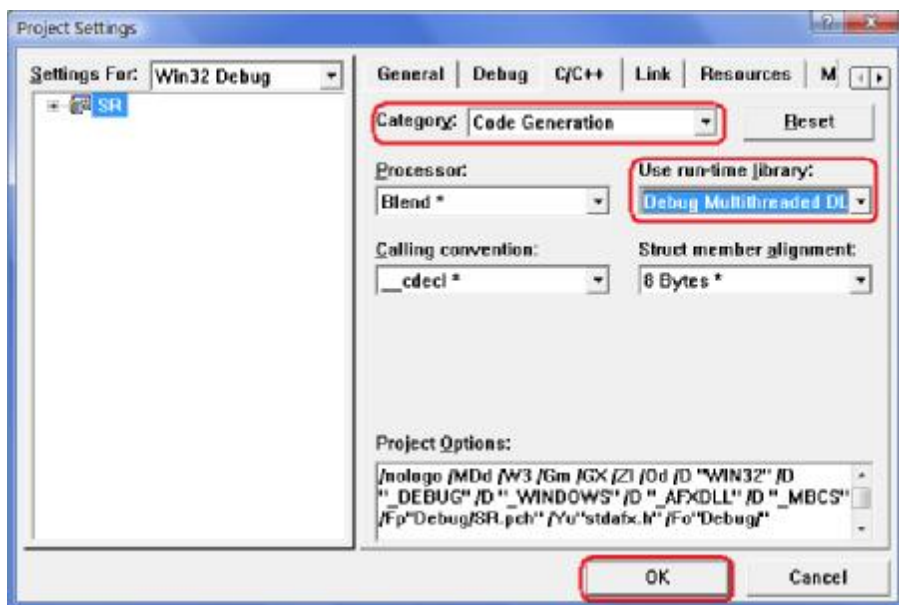

图 4-1-1
2. 打开Project->Settings中的C/C++选项卡，在Category框中选择Code Generation，在Use run-time library框中选择Debug Multithreaded DLL。点OK关闭对话框。如图4-1-1所示。